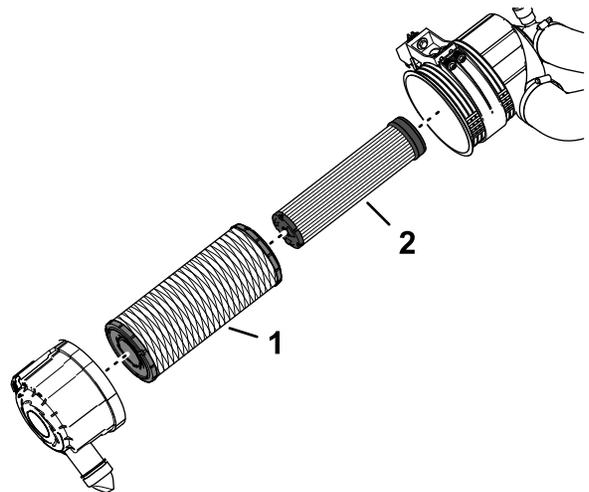

Figure 110
1. Contrôlez l'élément de sécurité du filtre (Figure 110). Remplacez-le s'il est encrassé.
Important: N'essayez jamais de nettoyer l'élément de sécurité (Figure 110). Remplacez-le une fois sur trois, quand vous effectuez l'entretien du préfiltre.